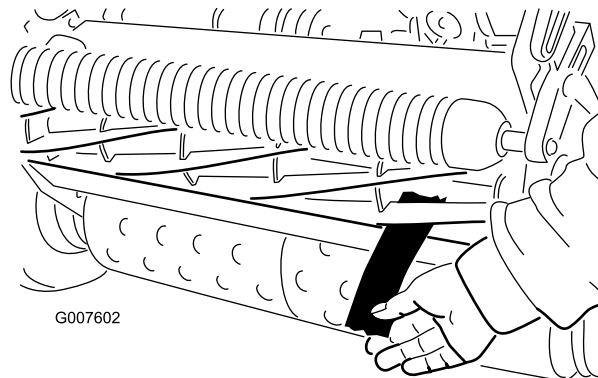

Figura 50
4. En cada extremo del molinete, desde delante, inserte una tira larga de papel de periódico entre el molinete y la contracuchilla (Figura 50). Gire el molinete lentamente hacia adelante, y al mismo tiempo gire en el
6. Cuando termine el ajuste, compruebe si el molinete 'pellizca' un papel cuando se inserta desde delante, y si corta el papel cuando se inserta en ángulo recto respecto a la contracuchilla (Figura 50). Debe ser posible cortar el papel con un contacto mínimo entre la contracuchilla y las cuchillas del molinete. Si se nota una resistencia excesiva del molinete (más de 0,79 Nm), será necesario afilar o amolar la unidad de corte para conseguir los filos necesarios para un corte de precisión (consulte el *Manual de afilado de molinetes de Toro*).